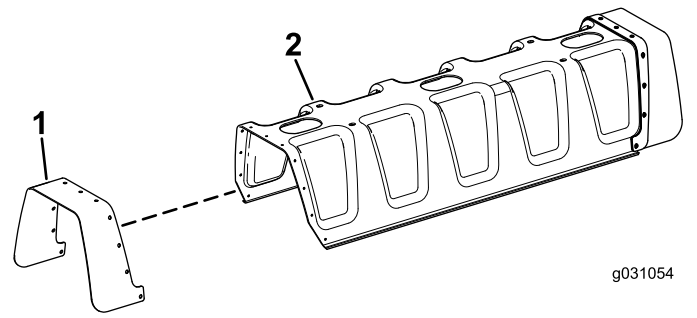

Figure 2
1. Alignez les trous du couvercle en caoutchouc et ceux du couvercle de la rampe centrale (Figure 2).